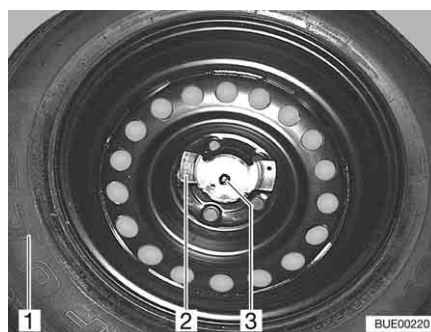

Bild 223 Reservhjulsupphängning
- Skruva loss de två muttrarna (Bild 223,2 och 3).
- Tag ut reservhjulet (Bild 223,1) ur reservhjulshållaren.